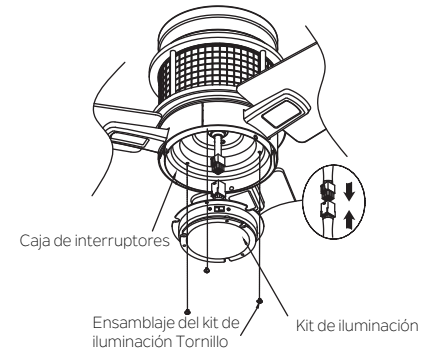

Fig. 16
Paso 1. Retire los tres (3) tornillos preinstalados en el lado externo de la caja de interruptores y guarde estas piezas para uso posterior. (Fig. 16)
Paso 2. Acople el conector del kit de iluminación LED al conector del ensamblaje del motor. (Fig. 16)
Paso 3. Inserte las conexiones en forma ordenada dentro del kit de iluminación. Alinee tres orificios redondos sobre el kit de iluminación y la caja de interruptores. Ajuste bien con los 3 tornillos retirados anteriormente en el Paso 1. (Fig. 16)